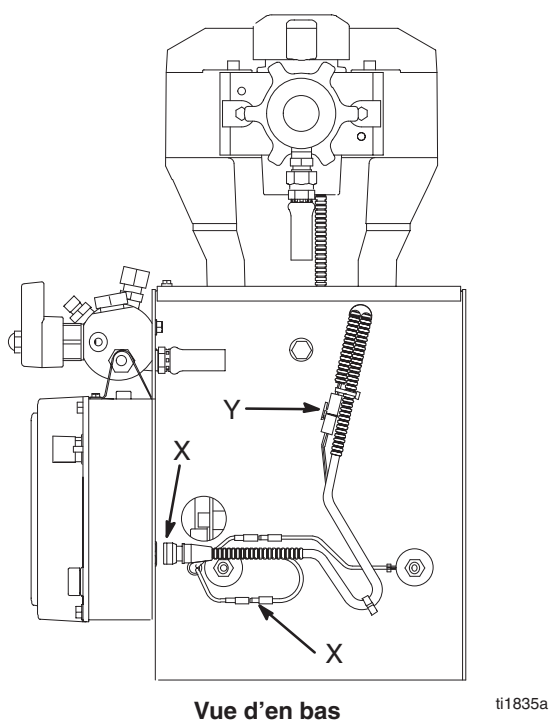

Fig. 6
11. Fig. 6. Brancher le câble de l'inducteur (X) sur la régulation de pression, le câble moteur et brancher le capteur du compteur en gallons (Y).